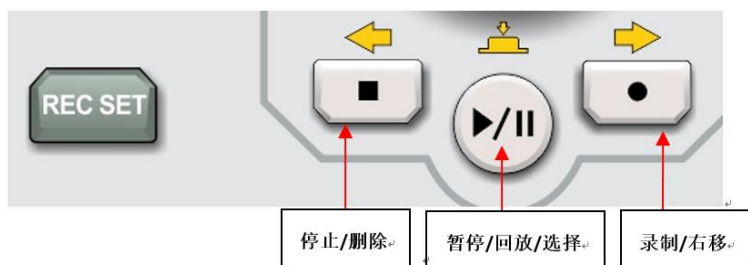

图 17-2
- (1) 上图①为 CHA/ CHB 信息：当前选中的通道标识会高亮显示。
- (2) “Limit” 表示输出幅度限制，白色有效，灰色为无效。
- (3) 上图②为波形参数列表：以列表的方式显示当前波形的各种参数，如果列表中某一项显示为纯白色，则可以通过菜单操作软键、数字键盘、方向键、多功能旋钮的配合进行参数设置。如果当前字符底色为当前通道的颜色（系统设置时为白色），说明此字符进入编辑状态，可用方向键（如下图17-2）或数字键盘或多功能旋钮来设置参数。